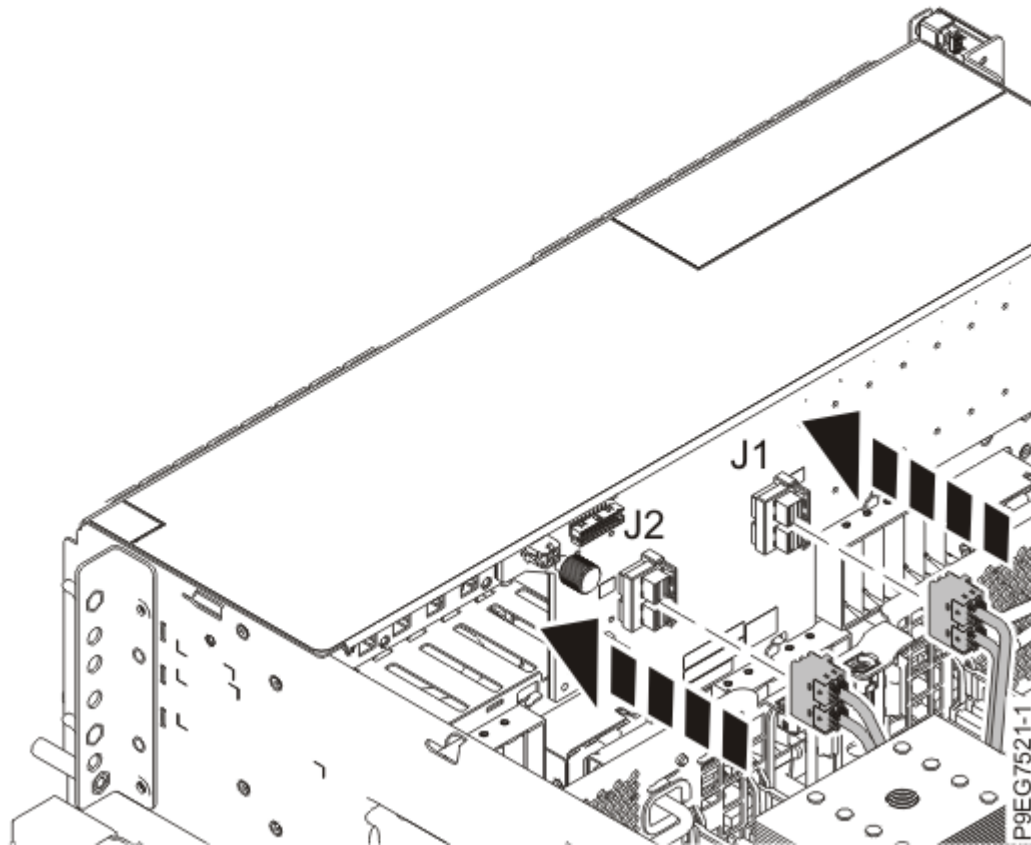

Abbildung 14. Vordere SAS-Kabel für die Plattenlaufwerk-Rückwandplatine der Ausführung "Basisfunktion" wieder anschließen
6. Schließen Sie die vorderen SAS-Kabel mithilfe Ihrer Beschriftungen wieder an den Anschluss an der Plattenlaufwerk-Rückwandplatine an. Schieben Sie den Stecker ein, bis die Steckersperre einrastet. Wenn Sie die vorderen SAS-Kabel wieder anschließen möchten, sehen Sie sich Abbildung 14 auf Seite 17 bzw. Abbildung 15 auf Seite 18 an.